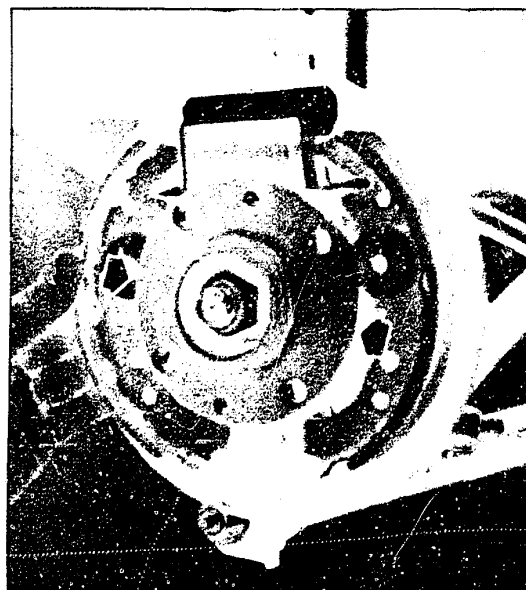

Bild 51 Die zwei Aussparungen im Radnabenflansch erleichtern den Ausbau der beiden Bremsbacken.
c) **Trommelbremsen hinten:** Um das Aus- und Einbauen der Bremsbacken zu erleichtern, sind im Radnabenflansch zwei Aussparungen (Bild 51) vorgesehen.